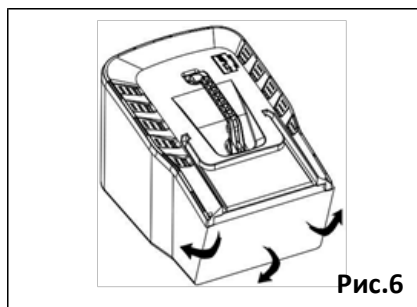

Рис.6
Закрепите пластиковые крючки мешка травосборника на металлической раме травосборника (5). (Рис. 6).